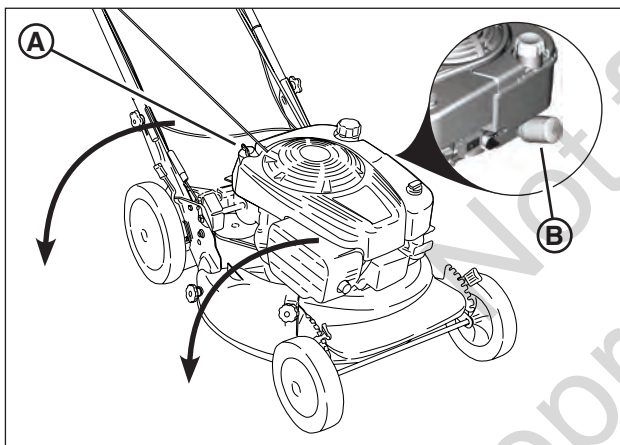

Figure 13: Vidanger l'huile du moteur
2. Retirez la jauge d'essence (**A, Figure 13**), puis renversez la tondeuse sur son côté. Laissez l'huile se vidanger en la faisant passer du tube du graisseur dans un récipient approprié. Éliminer l'huile usagée de façon appropriée.
2. Retirez le filtre à huile (**B, Figure 13**) et jetez-le de façon appropriée.